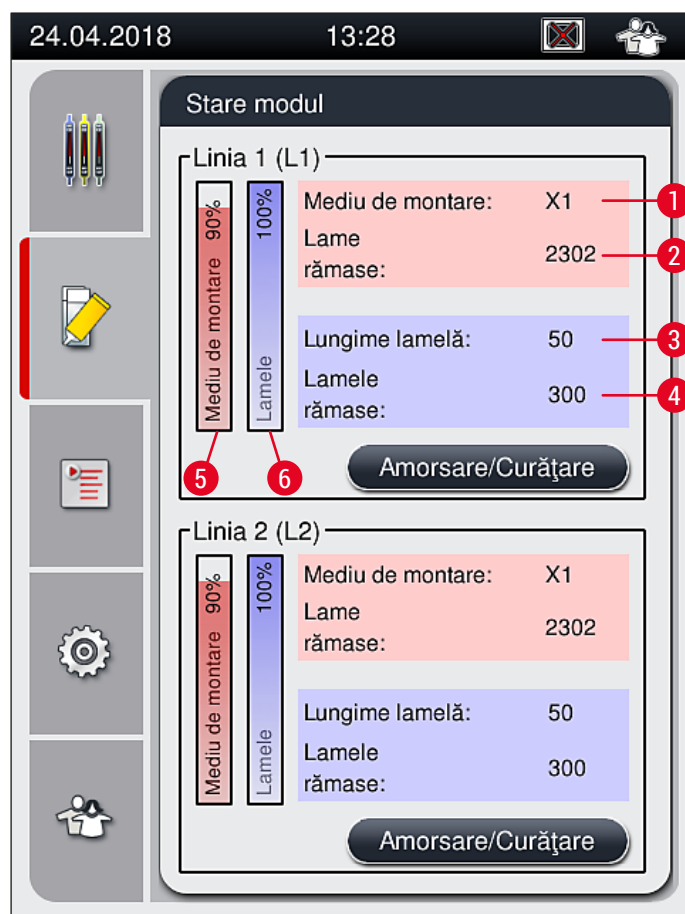

Fig. 22
7. Flacoanele cu mediu de montare care sunt introduse sunt detectate de software-ul instrumentului, iar **Modulul Status** (→ Fig. 22) este actualizat.